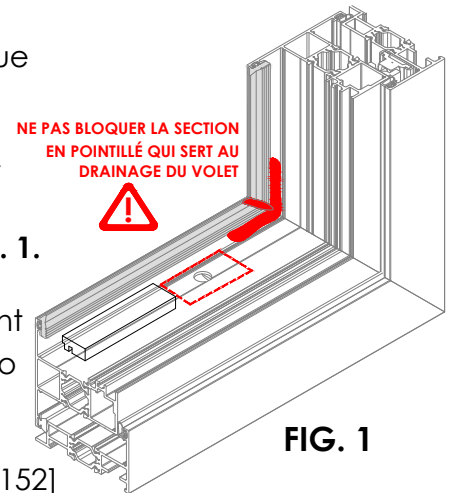

FIG. 1
- Appliquer une touche de scellant sur le joint du cordon. **Voir FIG. 1.**
- Placer un bloc de montage dans chaque coin, à 4 à 6 po [102-152] du coin. Au besoin, appliquer une touche de scellant pour tenir le bloc en place. **NE PAS BLOQUER LES CHATEPLEURES.** Voir **FIG. 1** et **FIG. 4**